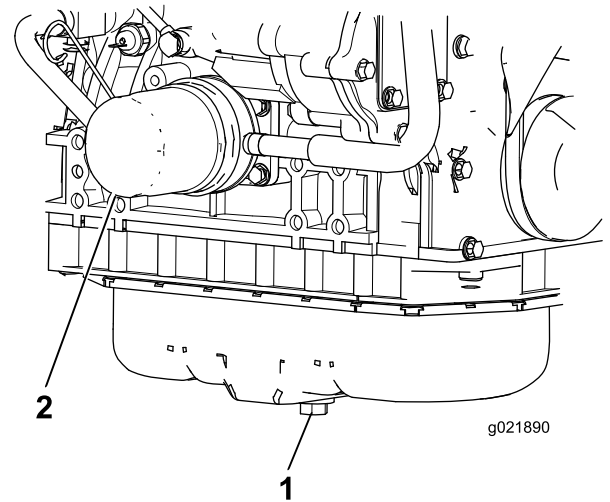

Figure 72
1. Retirez le bouchon de vidange (Figure 72) et laissez couler l'huile dans un bac de vidange. Remettez le bouchon en place lorsque la vidange d'huile est terminée.
2. Déposez le filtre à huile (Figure 72). Appliquez une fine couche d'huile propre sur le joint du filtre de rechange avant de le visser en place. **Ne serrez pas excessivement.**